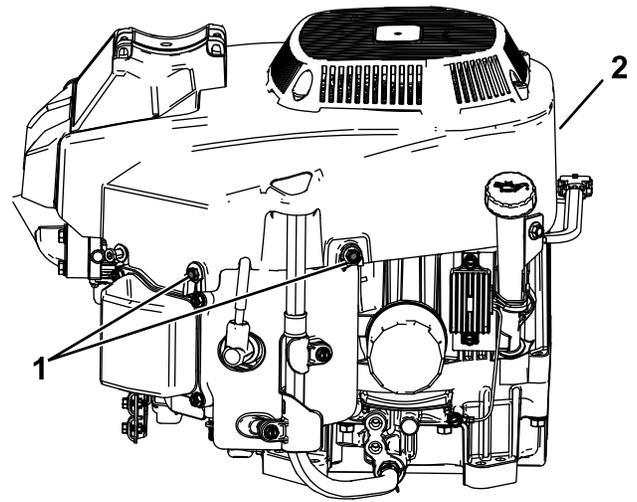

Figure 43
2. Axe de chape (2)
3. Goupille fendue (2)
4. Desserrez les boulons et déposez le carter du ventilateur (Figure 43).